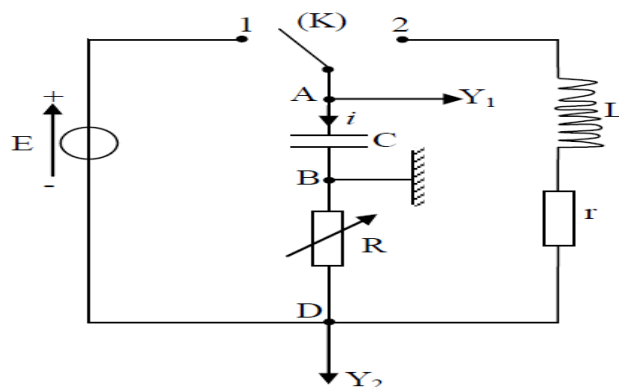

Figure III.6 Circuit RLC
Une fois le condensateur chargé, on bascule rapidement le commutateur (K) (voir figure III.6) de la position 1 à la position 2 : il prend l'instant du basculement comme nouvelle origine des dates. Le condensateur se décharge alors dans la bobine. A- L'acquisition informatisée des tensions permet de visualiser l'évolution des tensions $u_{AB}(t)$ et $u_{DB}(t)$ en fonction du temps. Après transfert des données vers un tableur-grapheur, on souhaite étudier l'évolution des différentes énergies au cours du temps.